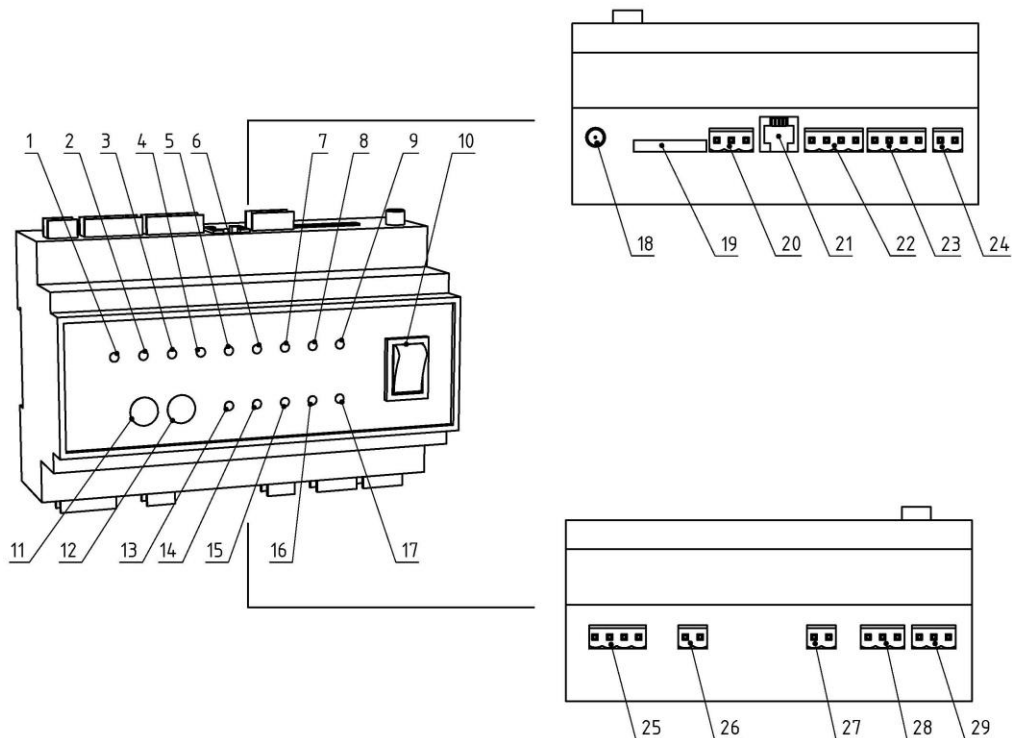

Рис. 4
управления. Схему размещения клеммных колодок и кабельных разъёмов смотри на Рис. 4.
- 6.5. Выньте из разъёма картодержатель (Рис. 4 п. 19), нажав отвёрткой на кнопку справа от него. Вставьте SIM-карту в картодержатель контактами наружу. Вставьте обратно картодержатель в лоток GSM-модуля попав в пазы (контакты SIM-карты смотрят в сторону задней стенки GSM-модуля).
- 10.4. Далее GSM-модуль начнёт поиск сети, при этом индикатор «GSM-сеть» (Рис. 4 п.13) начнёт часто мигать ~1 раз в секунду. Когда сеть найдена и приём нормальный, мигание индикатора «GSM-сеть» становится редким, примерно один раз в 2-3 секунды.